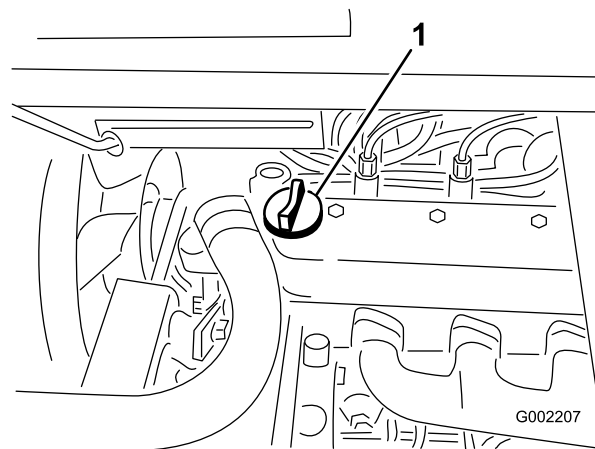

Рисунок 19
3. Если уровень масла низкий, снимите крышку заливной горловины с крышки клапана (Рисунок 19) и залейте масло в отверстие, пока его уровень не достигнет отметки Full (Полный) на щупе; см. правильный тип и вязкость масла в Замена масла в двигателе \(страница 47\).